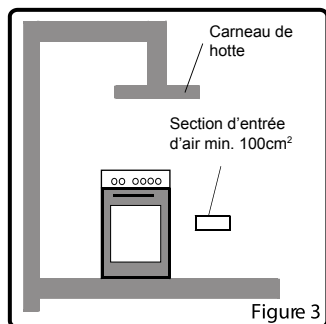

Figure 3
- Ouvrez la porte du four (1).
- Fermez la porte jusqu'à ce qu'elle soit presque entièrement fermée comme indiqué dans la figure 3 et enlevez-la en tirant vers vous-même.